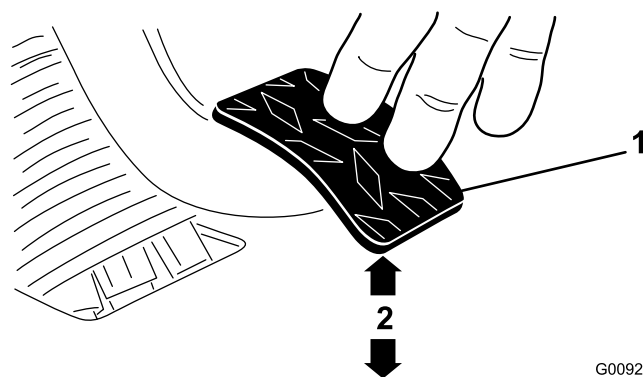

Figura 60
3. Ajuste as porcas ou as juntas até que a extremidade traseira do pedal de embraiagem esteja a 9,2 a 9,8 cm da parte superior da chapa do piso, aplicando uma força de 1,8 kg no pedal (Figura 60).